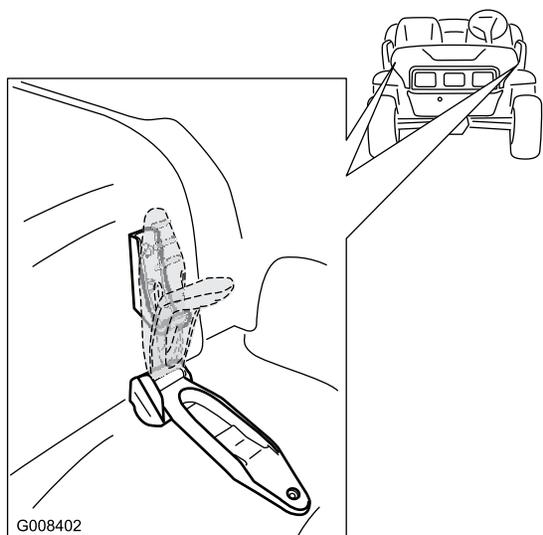

Figure 25
1. Soulevez la poignée des verrous en caoutchouc de chaque côté du capot (Figure 25).
2. Fixez le capot en alignant les verrous en caoutchouc sur les ancrages de verrouillage de chaque côté du capot (Figure 25).